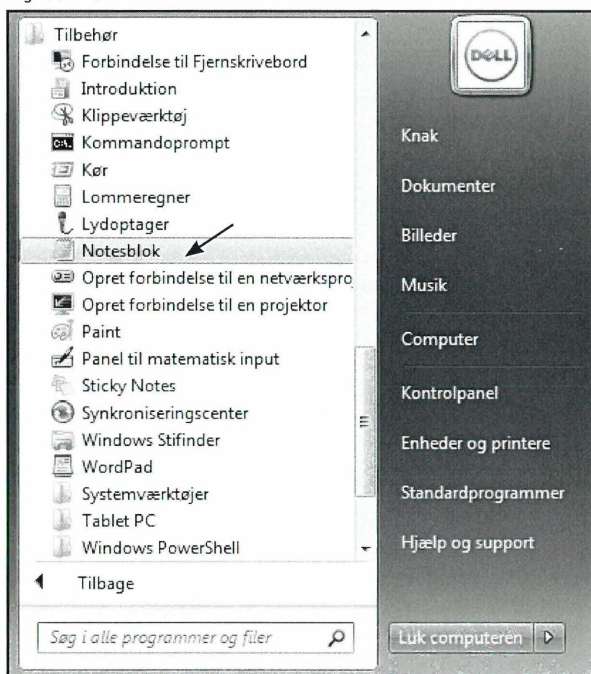

Fig. 08.126.
- Klik på startknappen på din Computer og find frem til Notesblok, hvor man opretter *txt* filer (Fig. 08.126).